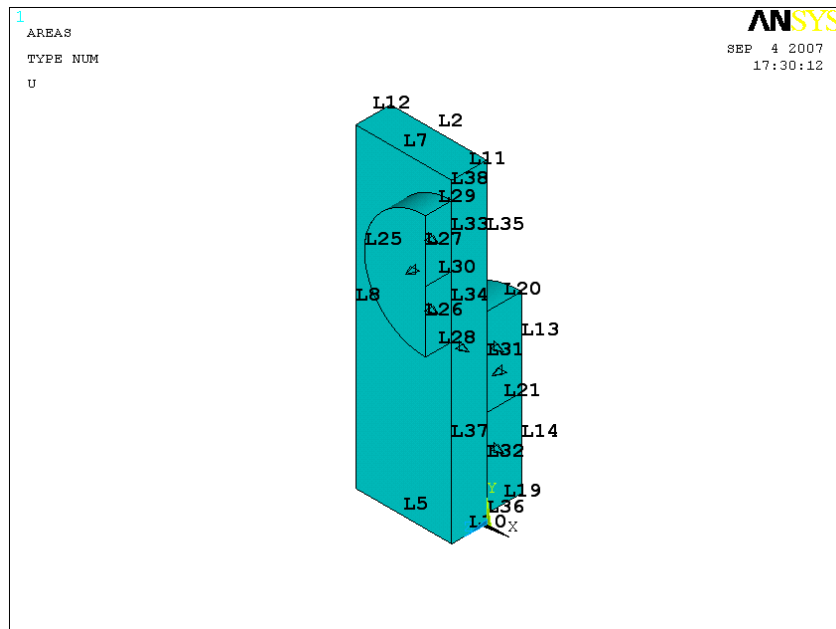

Рисунок 46. Модель с номерами линий
Для обновления изображения модели необходимо использовать пункт меню (Рисунок 46):
- Перемещение вдоль оси OY на линии $L29$ имеет величину, равную -0.00005 m (Рисунок 46) ($UY: VALUE = -0.00005$).
- Перемещения вдоль оси OY на линии $L19$ (Рисунок 46) равны нулю ($UY: VALUE = 0$)